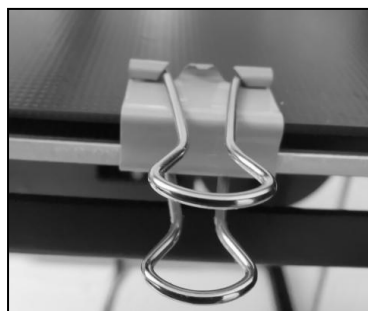
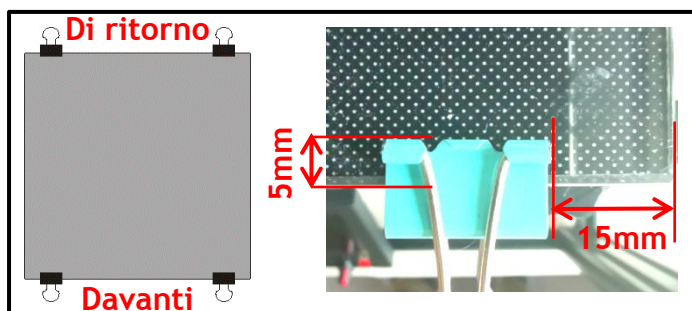

Fig1
Fig2
2. Fissare il vetro sulla piastra di alluminio con le clip (Fig1), raccomandare Si consiglia di disporre le clip negli angoli anteriore e posteriore del piano caldo(Fig2).